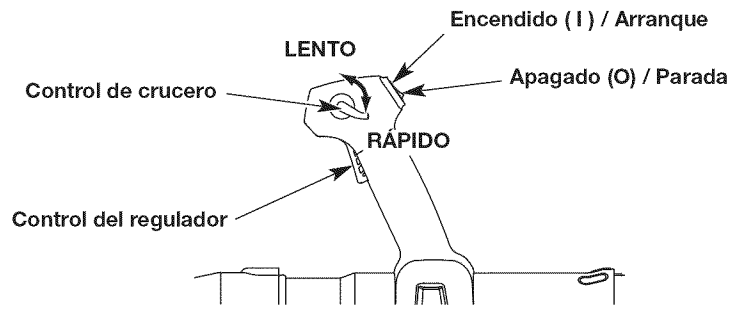

Fig. 10
NOTA: No hay necesidad de encender la unidad. El interruptor de Encendido/Apagado debe estar en la posición ENCENDIDO (I) en todo momento (Fig. 10).
NOTA: **NO** apriete el control del regulador hasta el paso 9 (Fig. 10).
2. Oprima y no suelte el interruptor de control de Encendido y Apagado en la posición APAGADO (O) hasta que el motor se detenga por completo (Fig. 10).
NOTA: NO apriete el control del regulador hasta el paso 11 (Fig. 10).
- Utilice el control de crucero para facilitar el funcionamiento continuo (Fig. 10).